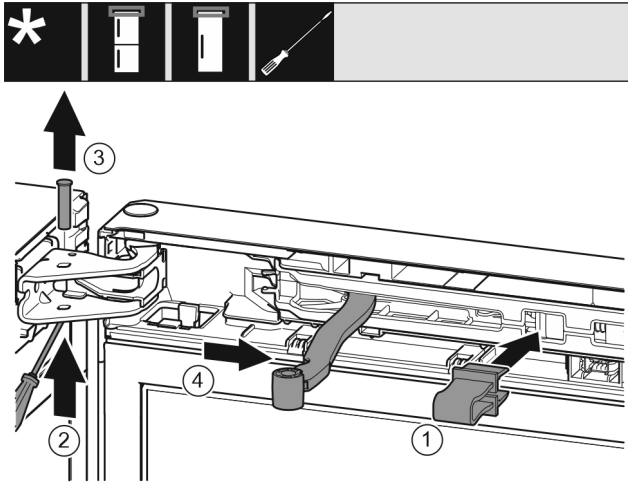

Fig. 8
- ▶ Kiinnitä varmistin aukkoon. Fig. 8 (1)
- ▶ Työnnä tappi ulos ruuvimeisselillä. Fig. 8 (2)
- ▶ Poista tappi ylöspäin vetämällä. Fig. 8 (3)
- ▶ Käännä nivel oven suuntaan. Fig. 8 (4)